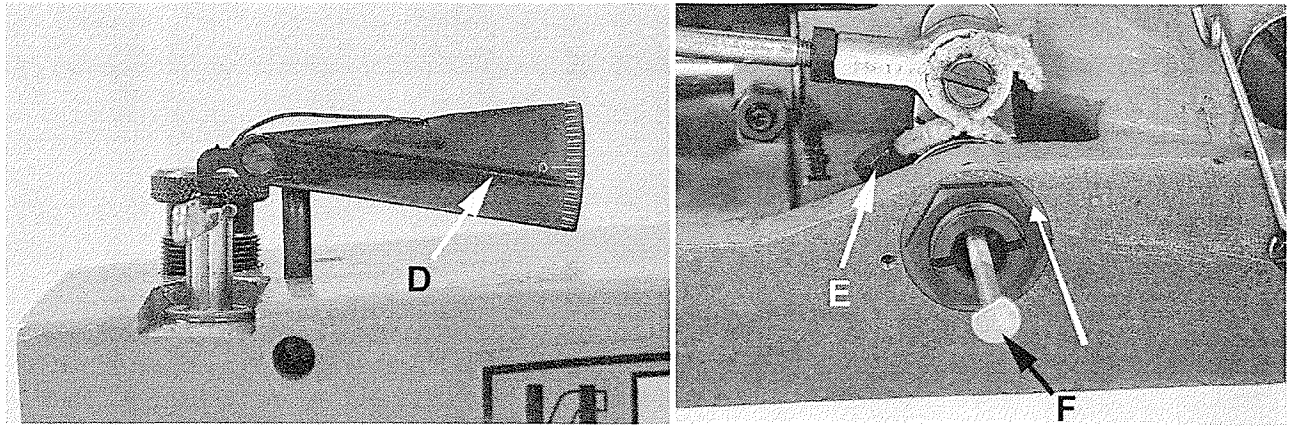

Fig 3B
Si el apuntador en el indicador lee por debajo de "0", (Fig. 3B): afloje el tornillo (E) en el eje de accionamiento del looper y empuje el tornillo ligeramente alejándolo del operador. Reajuste el tornillo (E) en el eje de accionamiento del looper y verifique la sincronización como se indicó arriba. Repita tantas veces como sea necesario hasta obtener la sincronización adecuada.